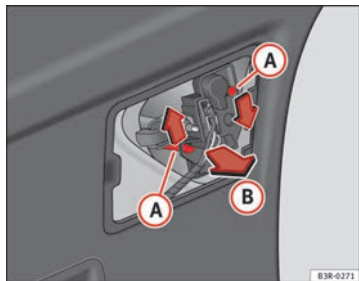

Abb. 231 Lampenträger ausbauen
- Drücken Sie in Pfeilrichtung auf die Laschen (A) ⇒ Abb. 231 und nehmen Sie den Lampenträger gemäß dem Pfeil (B) heraus.